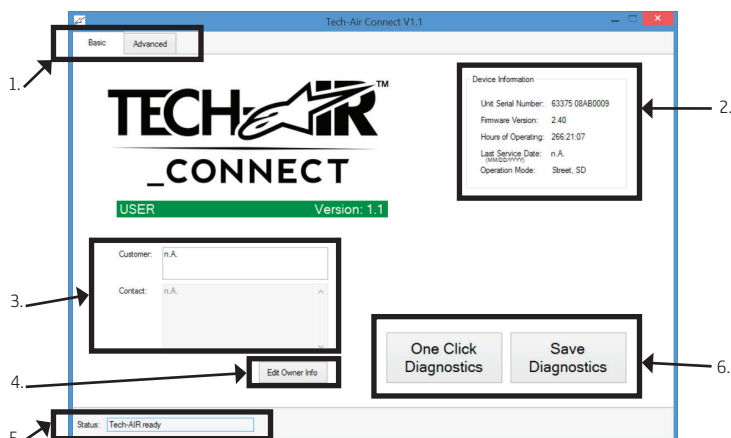

図11 - Tech-AirTMコネクトメイン画面
3. Tech-AirTMコネクトソフトウェアを実行します。これにより、図11の画面が表示されます。